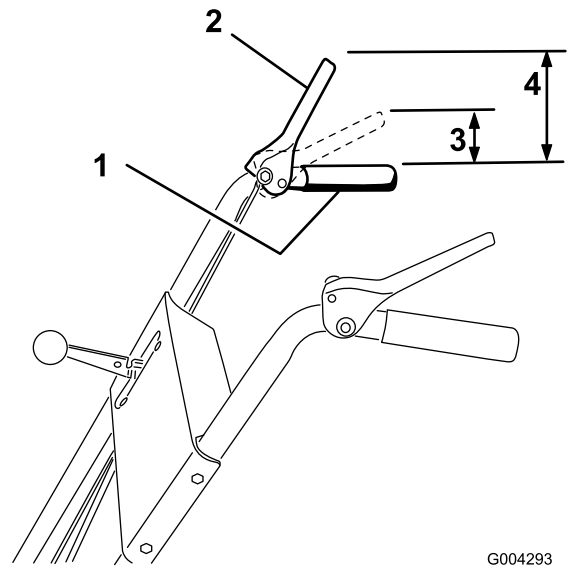

Figure 9
3. Vérifiez la distance entre le haut de la poignée et le bas de la manette de commande de vis sans fin/turbine (Figure 9).
**Remarque:** La résistance augmente de manière perceptible lorsque la courroie d'entraînement de la vis sans fin/turbine se tend (à peu près à mi-course de la manette). Le réglage est correct quand la résistance commence à augmenter et que 3 à 5 cm séparent le haut de la poignée et le bas de la manette de commande de la vis sans fin/turbine comme illustré à la Figure 9.